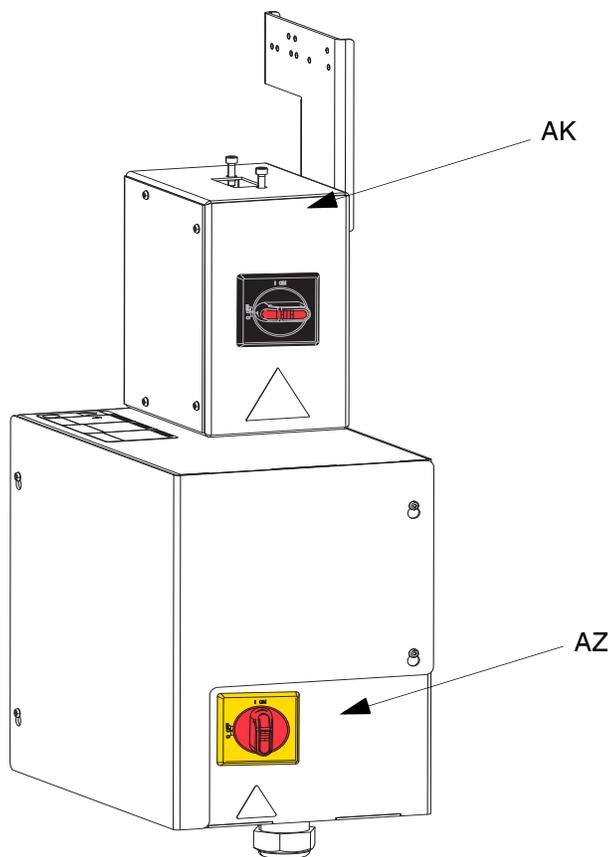

FIG. 4 : Interrupteur de tension d'alimentation
Le sectionneur (AZ) est situé sur le boîtier de contrôle du chauffage (AX), voir FIG. 4. Il y a aussi un commutateur de boîtier de raccordement d'alimentation rouge et noir (AK) situé sur le boîtier de raccordement d'alimentation (AJ). Le commutateur du boîtier de raccordement d'alimentation (AK) coupe l'alimentation de tout SAUF le chauffage. Le sectionneur (AZ) coupe l'alimentation de l'ensemble du système, y compris le chauffage.